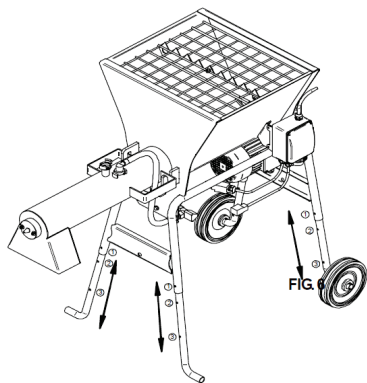

FIG. 6
11. HAUTEURS DE REMPLISSAGE (VOIR FIG. 6):